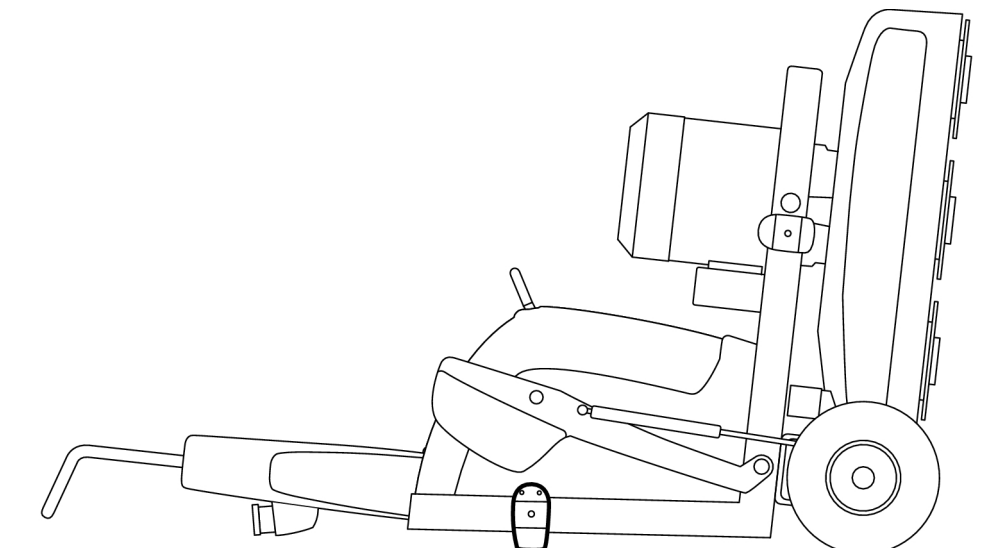

Figura 4-11. Fermo dei pesi sul pavimento
4. Continuare a ribaltare all'indietro finché l'intera macchina non tocca il pavimento, vedere Figura 4-11, pagina 24.